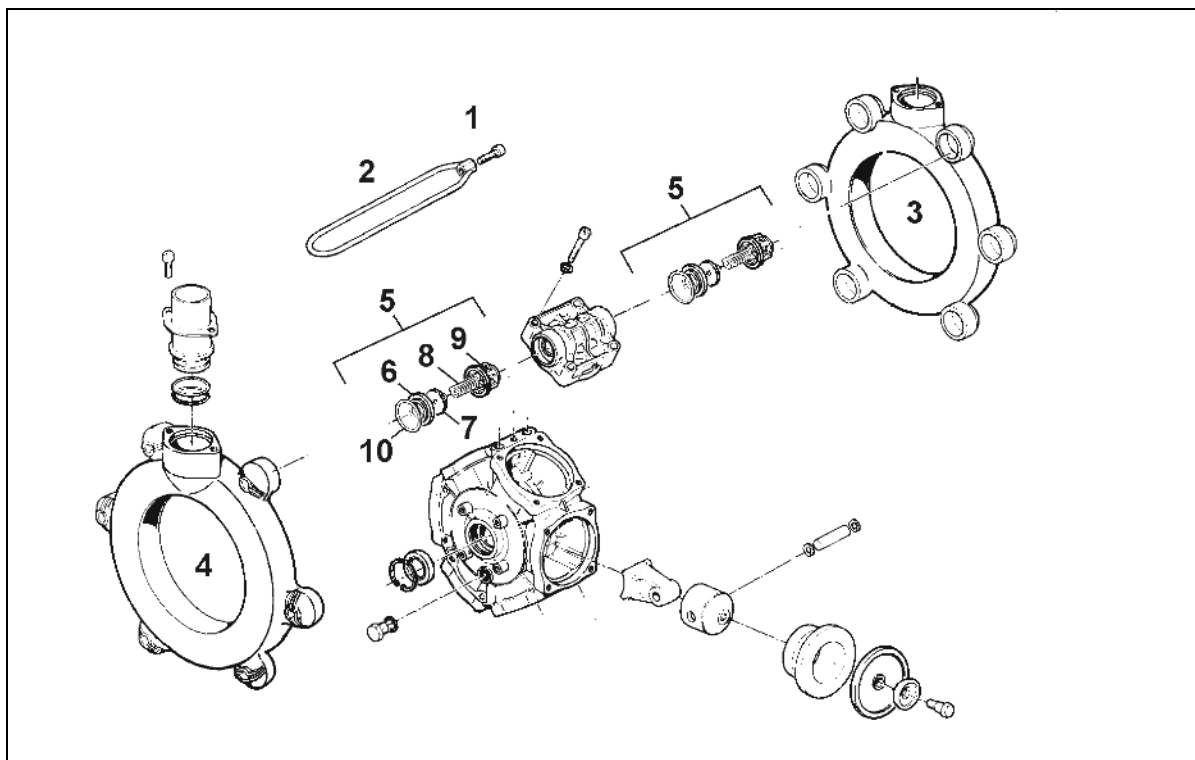

Fig. 173
- Legg merke til hvordan ventilene på suge- og trykksiden er montert før du demonterer ventilgruppene (Fig. 173/5).
- Når delene monteres igjen, må du påse at ventilstyringen (Fig. 173/9) ikke skades. Skader kan føre til at ventilene blokkeres.
- Mutterne (Fig. 173/1, 2) må alltid strammes diagonalt med angitt tiltrekingsmoment. Er ikke boltene strammet korrekt, gjør det at pumpen blir utett.
2. Løsne skruene (Fig. 173/1), og fjern spennbøylen (Fig. 173/2).
3. Ta av suge- og trykkanalen (Fig. 173/3 og Fig. 173/4).
4. Ta ut ventilgruppene (Fig. 173/5).
5. Kontroller om ventilsetet (Fig. 173/6), ventilen (Fig. 173/7), ventilmfjæren (Fig. 173/8) og ventilstyringen (Fig. 173/9) er skadd eller slitt.
6. Ta av O-ringene (Fig. 173/10).
8. Når ventilgruppene (Fig. 173/5) er kontrollert og rengjort, monteres de igjen.
9. Sett på nye O-ringer (Fig. 173/10).
10. Flens suge- (Fig. 173/3) og trykkanalen (Fig. 173/4) på pumpehuset, og monter spennbøylen (Fig. 173/2).
11. Trekk til skruene (Fig. 173/1) diagonalt med tiltrekingsmoment på **11 Nm**.